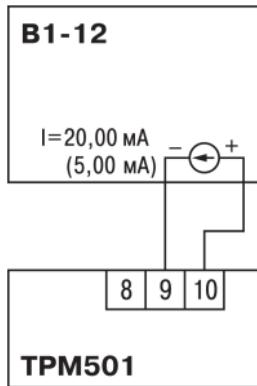

Рисунок 8.3 – Схема подключения
- Подключить ко входу (клеммы 8 – 10, см. рисунок 8.3) прибора вместо датчика дифференциальный вольтметр В1-12, включенный в режиме калибратора тока.